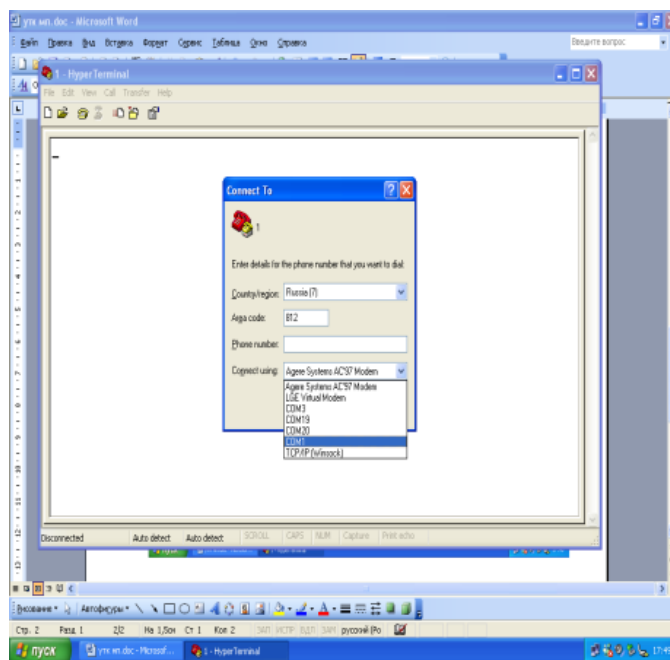

Рис. 5
2. В окне *Connect To* в строке *Connect using*, выбрать COM 1, нажать «OK». Появится вкладка (рис. 5).